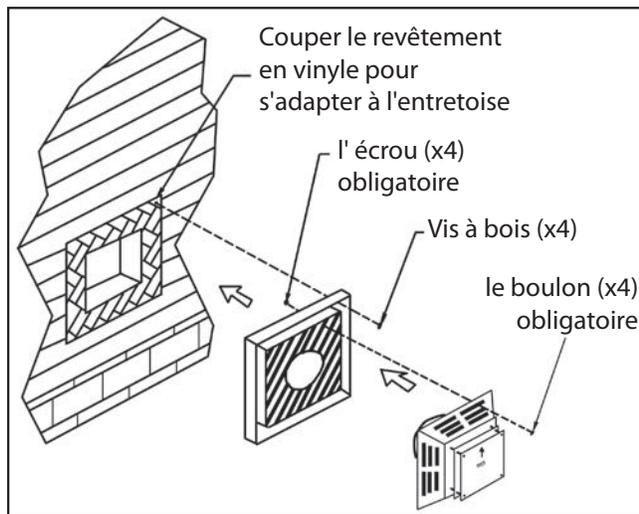

Figure 27: Installation du capuchon d'évent avec un écarteur de parement en vinyle.
- (a) Les quatre (4) vis à bois fournies doivent être remplacées par les fixations appropriées pour le stuc, la brique, le béton ou d'autres types de revêtement.
- (b) Pour les bâtiments avec revêtement en vinyle, une entretoise de revêtement en vinyle doit être installée entre le capuchon de ventilation et le mur extérieur (voir Figure 27). Fixez l'entretoise de parement en vinyle à la terminaison horizontale. L'entretoise du revêtement en vinyle empêche la chaleur excessive de faire éventuellement fondre le matériau du revêtement en vinyle. Notez que la terminaison de ventilation horizontale se boulonne sur la partie plate de l'entretoise du revêtement en vinyle (zone ombrée à la Figure 27), de sorte qu'un espace d'air existe entre le mur et la terminaison de ventilation.